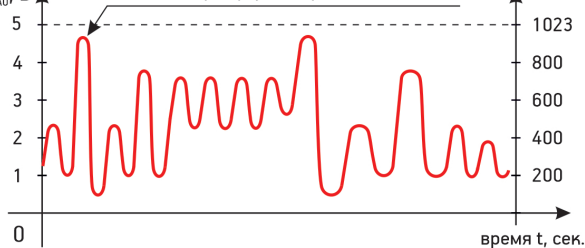

Рис. 3.3
2. Аналоговый режим. Данный режим дает возможность определения относительного уровня звука, а не только после преобразования его превышение заданного порога. Аналоговый сигнал на контакте A0 представляет собой непрерывный сигнал с напряжением, которое изменяется в диапазоне от 0 до 5 В в зависимости от уровня шумов (Рис. 3.3).
В контроллерах системы Вертор данные с аналоговых датчиков могут использоваться только преобразования с помощью АЦП (аналог-цифрового преобразования). Это когда напряжение из диапазона от 0 до 5 В пропорционально переводится в обычное число из диапазона от 0 до 1023 (Рис. 3.3). И уже это число используется для реализации алгоритмов в скетчах. Датчик шума работает по такому же принципу.